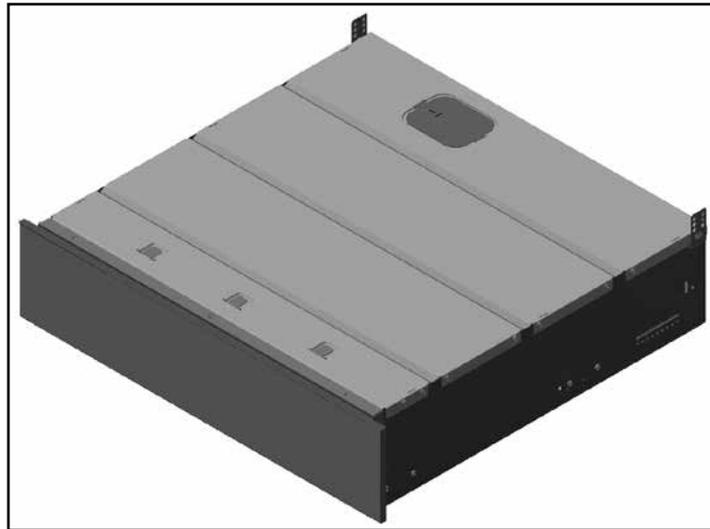

Abb. 1
- Anz. 1 Verpackungsgeräte (**Abb. 1**).
2	Entfernen Sie die Ölfilterkappe (B) (Abb. 1).